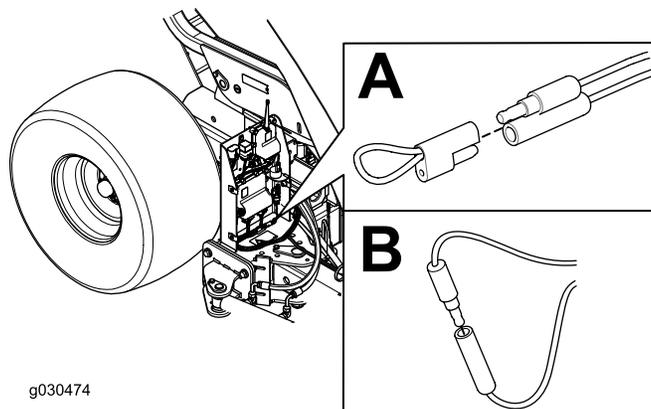

図 40
4. 故障診断コネクタ2個についているキャップを外す (図 40、A)。
5. 故障診断コネクタ同士を接続する (図 40、B)。